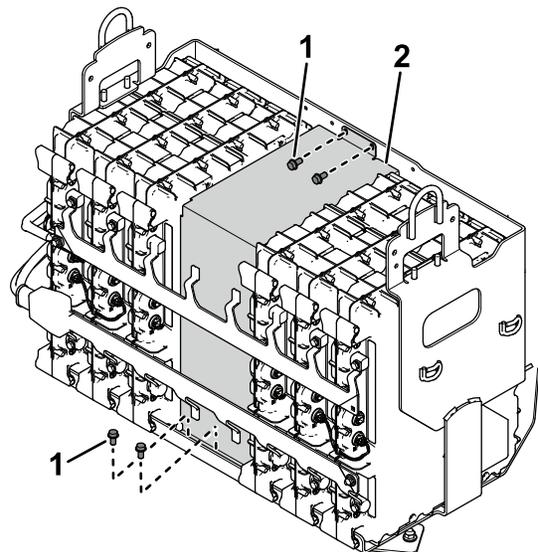

Figura 9
A. Utilizzate i bulloni rimossi in precedenza per installare un distanziale delle batterie nello spazio del vano batteria (Figura 9).